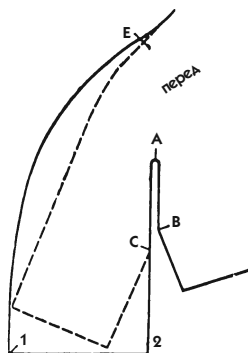

Рис. 750
1. Продолжите вниз линию АС (засечка 2 на рис. 750), то же самое сделайте на спинке.
2. От засечки Е проведите новую линию верхнего среза рукава в соответствии с моделью таким образом, чтобы получить желаемую ширину внизу (перед + спинка + ластовица) (засечка 1 на рис. 750).
Пользуясь принципом, изложенным в пояснениях к рис. 750 и 751, вы можете применить его не только для расширения рукава, но и для выполнения особенного рельефа, отходящего от точки А (выполнять задание необязательно).